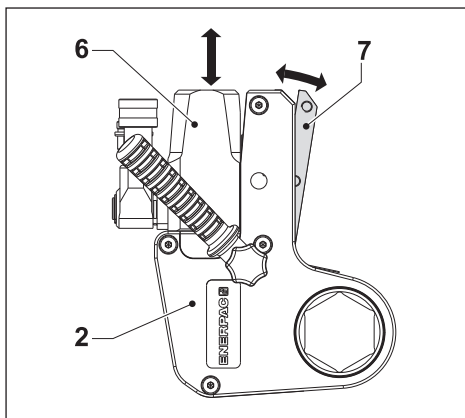

Fig. 4
3.3.1 Demontering av kasset (Fig. 4 og 5)
(Fig. 4 og 5)